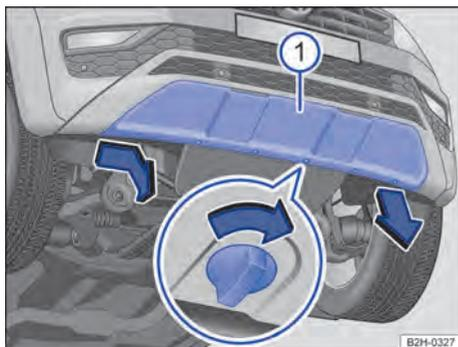

Fig. 169 No para-choque dianteiro à direita: cobertura, variante 2.
① Tampa
1. Girar os parafusos de travamento cerca de 90 graus no sentido da seta → Fig. 169.
2. Virar a tampa levemente para baixo e retirar uma lingueta de travamento do para-choque no lado direito do veículo ①.
4. Extrair as cintas de fixação restantes do para-choque e colocar a cobertura com segurança no veículo ①.